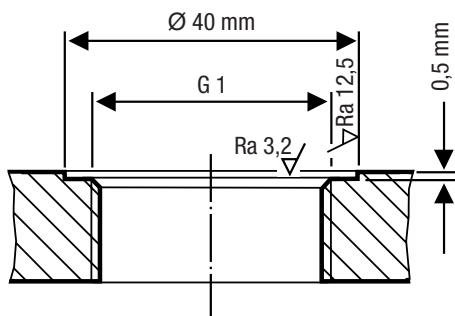

Fig. 11
- Achten Sie auf eine einwandfreie technische Bearbeitung der Dichtflächen des jeweiligen Behältergewindestutzens oder Flanschdeckels, siehe Fig. 11.
Die Dichtflächen müssen gemäß Fig. 11 technisch einwandfrei bearbeitet sein.